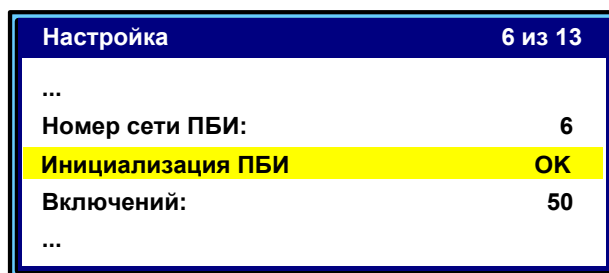

Рисунок 36 – Режим инициализации ПБИ
4.10.11.1 В режиме ожидания нажать клавишу **«*»** и выбрать пункт меню **«Настройка»** → **«Инициализация ПБИ»** и нажать клавишу **«Пуск»**. Аппарат переходит в режим инициализации ПБИ (см. рисунок 36).